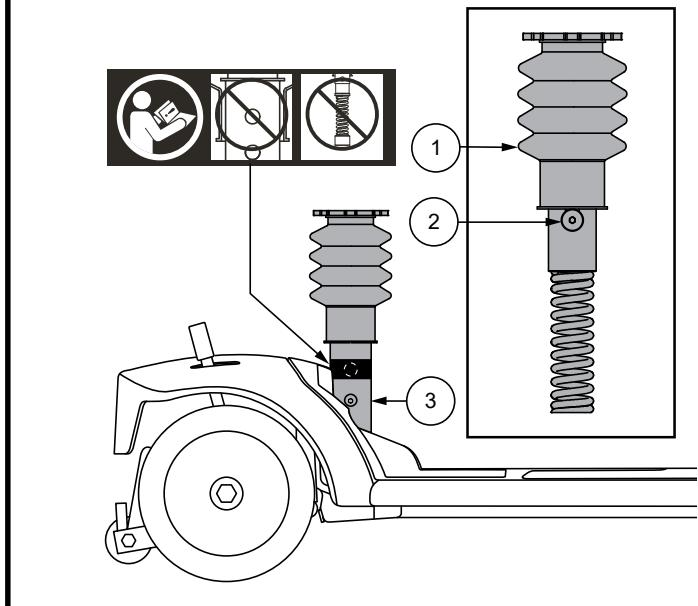

Figura 14. Ajuste de la suspensión del asiento
2. Retire la tija superior del asiento del vehículo quitando el perno con tope de la parte inferior de la tija del asiento y luego levantando la tija hacia arriba y sacándola del vehículo. Ver figura 14.
**NOTA:** No instale la tija del sillín en el orificio superior con el sillín con suspensión. Vea la figura 14. Si lo hace, la tija del sillín con suspensión dejará de funcionar.